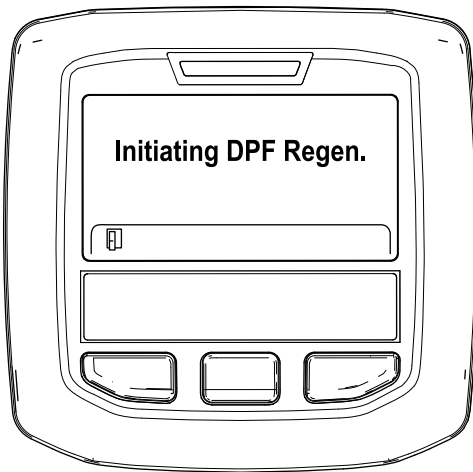

Figura 46
- A. Se muestra el mensaje “Initiating DPF Regen.” (Iniciando regeneración de DPF) (Figura 46).